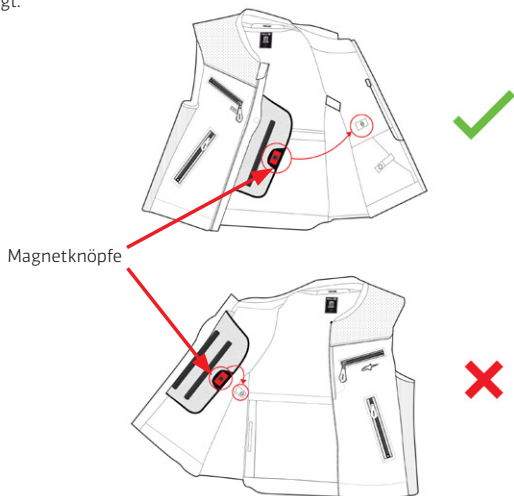

Abbildung 9
1. Legen Sie das System an und befestigen Sie den Airbag im Brustbereich, indem Sie den Magnetische Brusttaste (9) mit dem linken Magnetische Taste Links (11) an der Weste verbinden (Abbildung 9).
2. Schließen Sie den Aktivierungsklappe (1) von unten nach oben und warten Sie, bis sich das System einschaltet.
3. Das korrekte Schließen des Aktivierungsklappe (1) und das Einschalten des Systems werden durch das Einschalten der LED-Anzeige (2) und durch das Vorhandensein einer Vibration in demselben Bereich signalisiert
4. Nach dem Einschalten des Systems ist die LED-Anzeige (2) zu überprüfen, um sicherzustellen, dass das System korrekt gestartet wurde (siehe Abschnitt 13 "LED-Anzeigen"). Insbesondere muss sich der Benutzer vergewissern, dass nach dem Einschalten des Systems kein Systemfehler vorliegt.